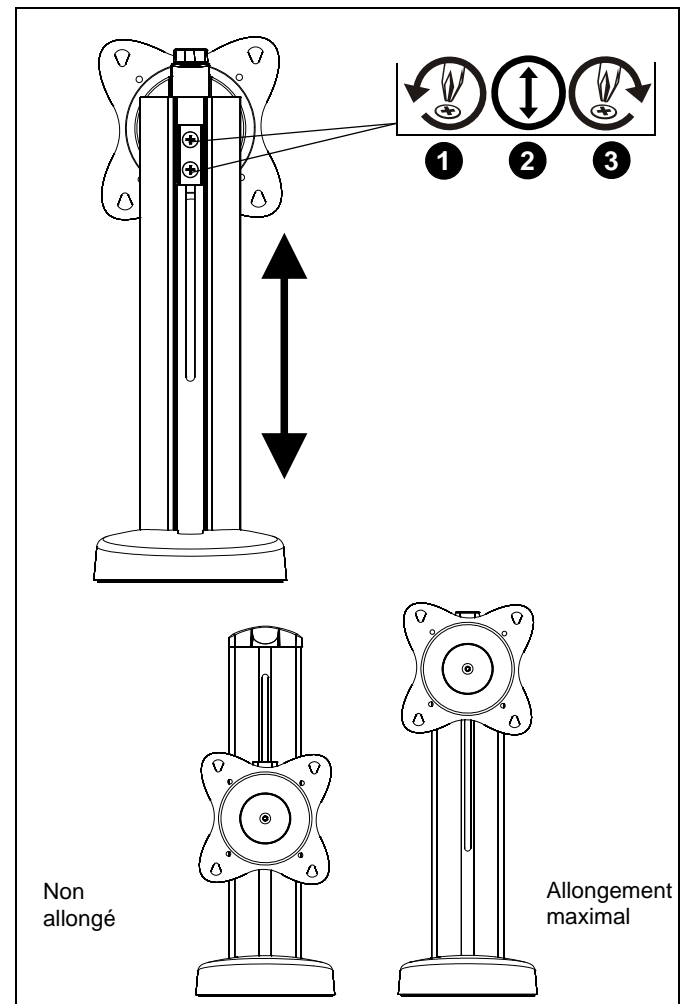

Figure 9
1. Desserrez, sans les enlever, les deux vis cruciformes au dos du STS1. (Voir Figure 9)
3. Resserrez les deux vis cruciformes au dos du STS1. (Voir Figure 9)